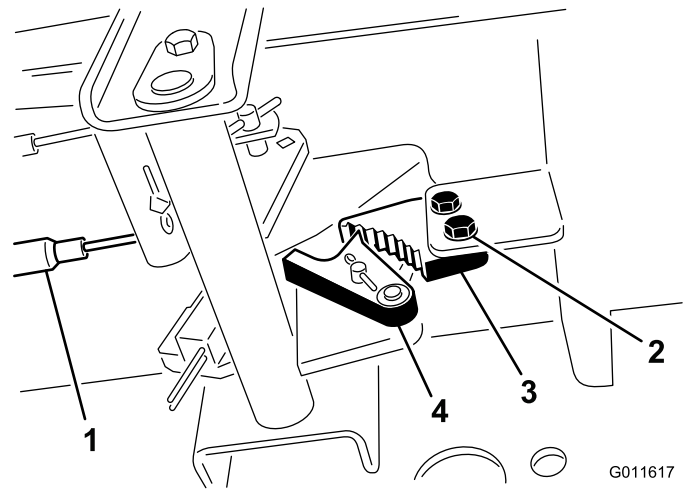

図 48
1. 駐車ブレーキのツメをフレームに固定しているねじ2本をゆるめる 図 48。
2. ブレーキのツメが戻り止めに完全に掛かるまで駐車ブレーキペダルを前に踏み込む(図 48)。